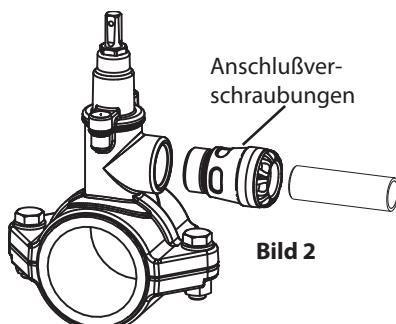

Bild 2
6. Die Armatur ist durch vollständiges Schließen und Öffnen auf einwandfreie Funktion zu prüfen. Für den Betrieb der Leitung und die Funktion der Rückdichtung ist die Armatur vollständig zu öffnen. Der Sitz der Nut-Dichtung ist vor Montage der Anschlußverschraubung zu prüfen (Bild 2).